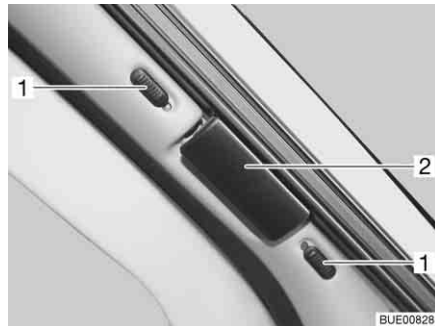
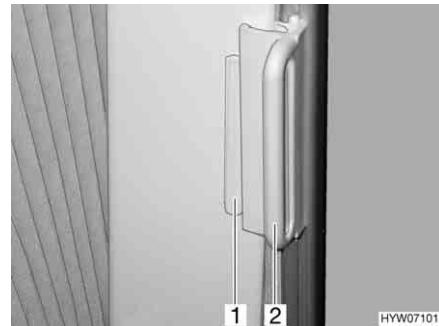

Fig. 63 Tendina oscurante pieghevole per il parabrezza
Fig. 64 Tendine oscuranti pieghevoli per il finestrino del guidatore e del passeggero
- Spingere verso l'alto o verso il basso i bottoni di bloccaggio della tendina oscurante pieghevole per il parabrezza (Fig. 63,1). Quando il punto rosso è visibile, il bloccaggio è aperto.
- Afferrare l'impugnatura (Fig. 63,2 e Fig. 64,2) delle tendine oscuranti pieghevoli e chiudere tirando con prudenza finché il fermo magnetico non blocca la tendina oscurante pieghevole.
- Spingere l'impugnatura della tendina oscurante pieghevole per il finestrino del guidatore e del passeggero (Fig. 64,2) sul sopralzo (Fig. 64,1). La tendina oscurante pieghevole è ora bloccata.